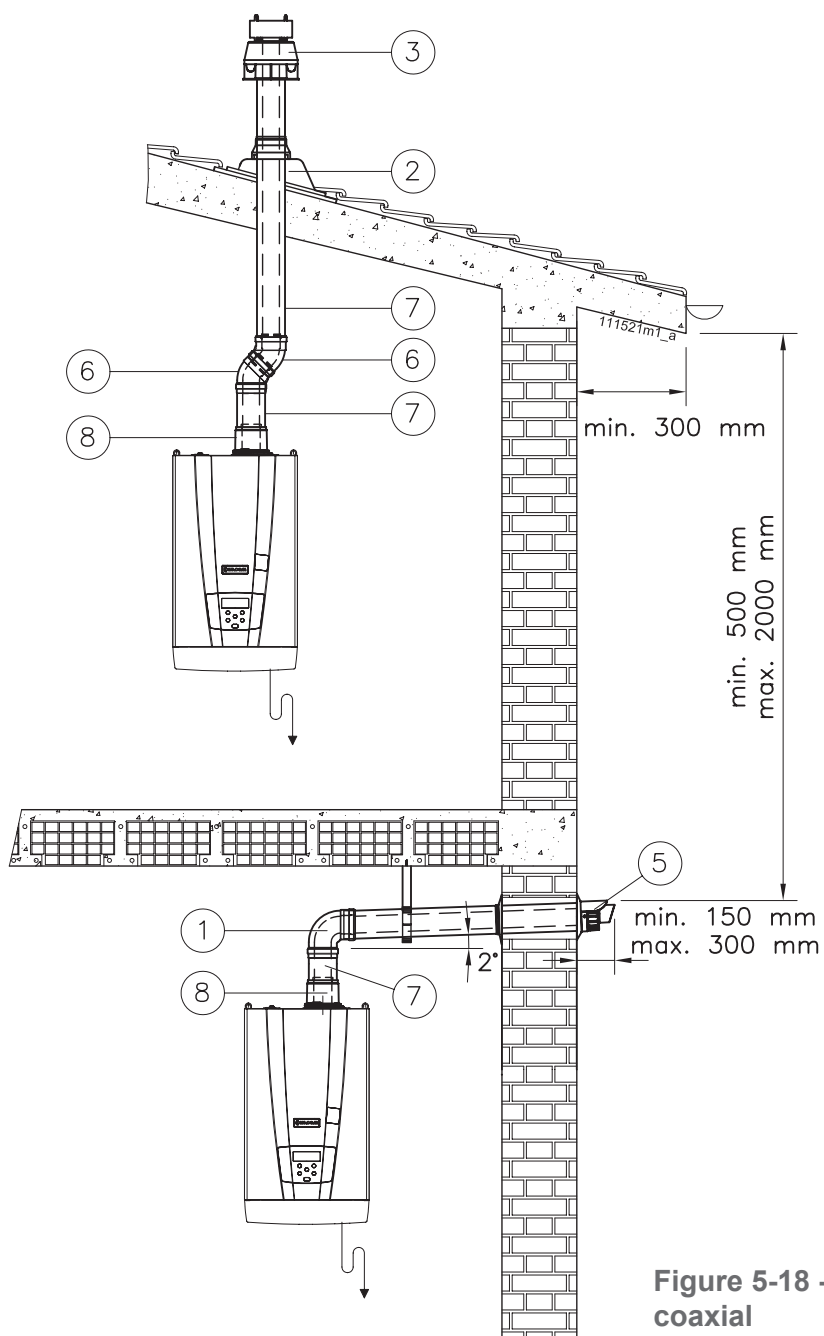

Figure 5-18 - Exemples d'installation du conduit coaxial
**ATTENTION !!! Une fois ces opérations effectuées, vérifier que le terminal d'évacuation/ aspiration soit en saillie avec les tolérances indiquées à la figure 5-18**
En cas d'évacuation coaxiale (voir la figure 5-18), aussi bien verticale qu'horizontale, il est indispensable d'incliner le conduit d'évacuation vers le haut de façon à écouler la condensation à l'intérieur de la chaudière.